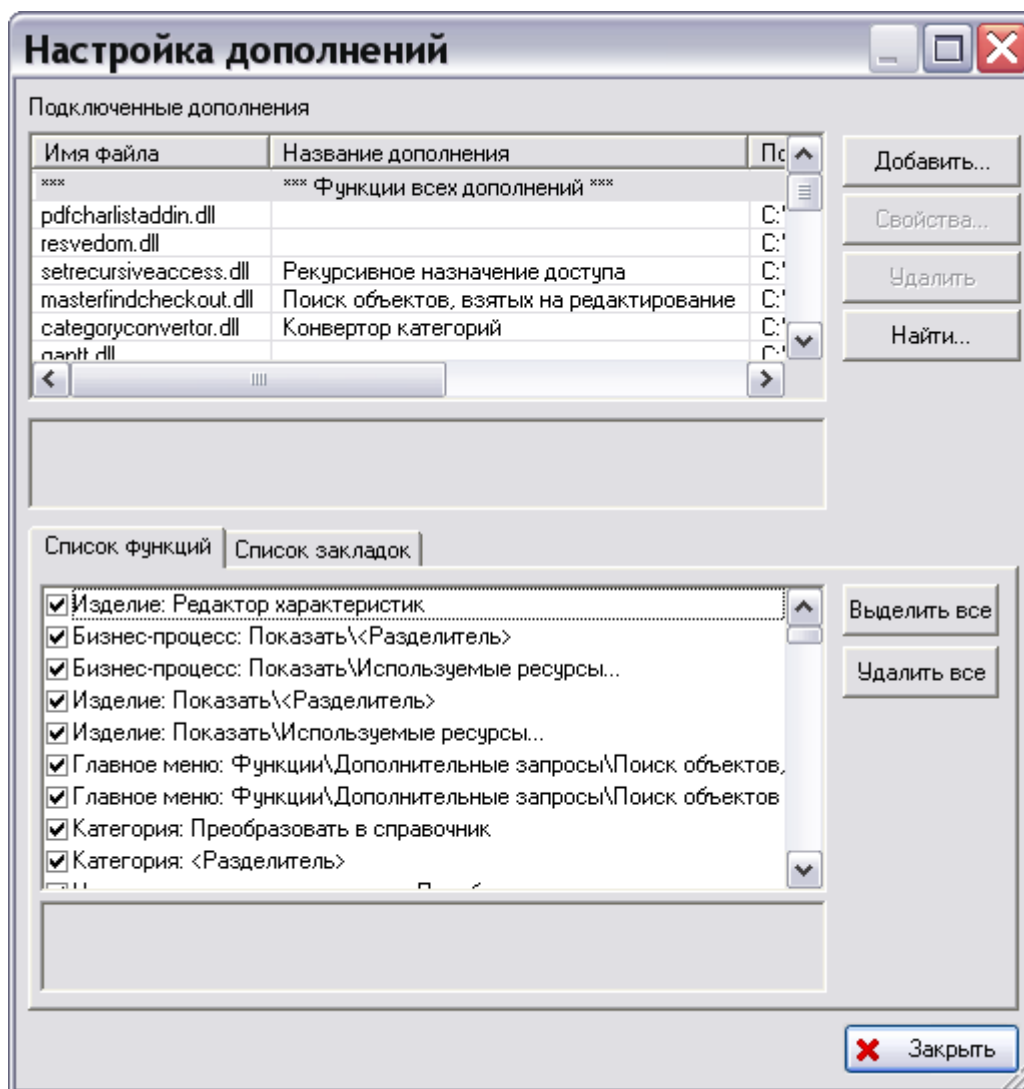

Рис. 6
1. В окне модуля PDM в меню **Настройки** выберите пункт **Настройка дополнений**. После этого появится одноименное окно (Рис. 6).